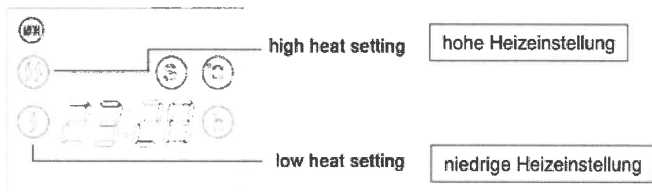

Abb. 6
- Berühren Sie die Taste „Heizen“ , um eine hohe oder niedrige Heizstufe auszuwählen. Im Display wird jeweils das Symbol angezeigt, welches ausgewählt wurde (s. Abb. 6).